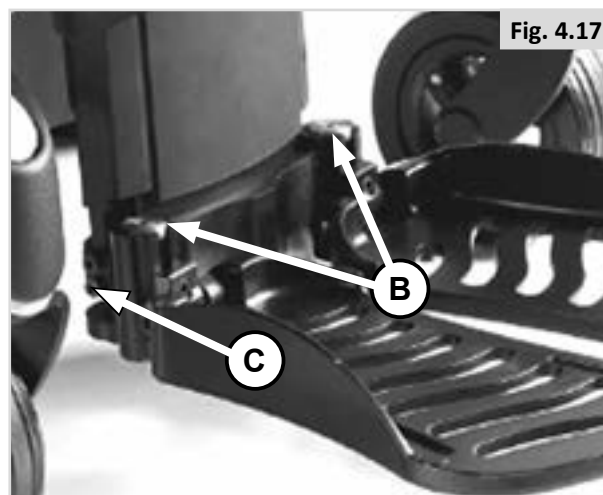

Fig. 4.17
4.6.1 Justere legglengden (Fig. 4.17):
- Skru opp de to nedre boltene på begge sider av fotplatene. (C).
- Stram de to nedre boltene. (C).